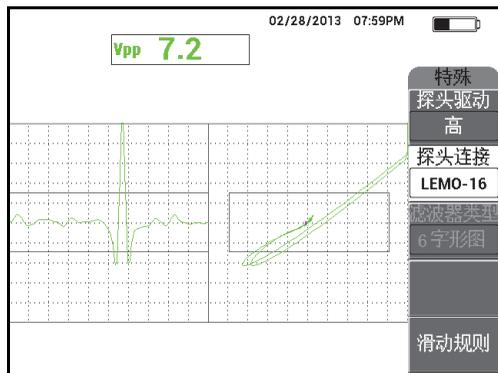

图 5-64 6 字形图滤波器
5. 按主菜单滤波器菜单键（），然后将**滤波器类型**（功能键 C）改为 **6 字形图**（参见第 162 页的图 5-64）。